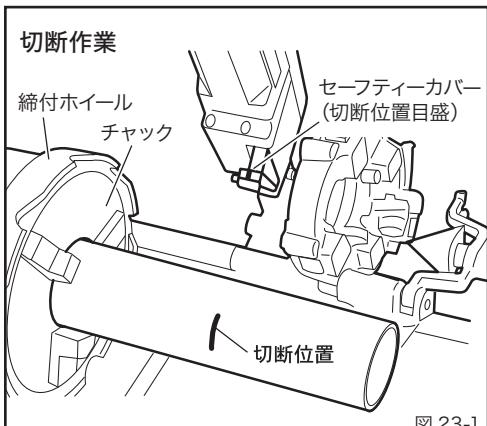

図 23-1
- ①切削するパイプは必ずしっかりとチャッキングしてください。
- ②セーフティーカバーの切削位置目盛を切削位置に合わせ、パイプマシンのスイッチを ON にしてください。(図 23-1)